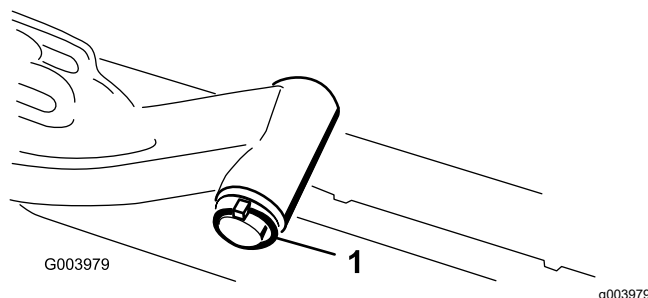

Рисунок 11
- С. Вставьте вал подъемного рычага в подъемный рычаг и зафиксируйте шайбой и шплинтом с кольцом (Рисунок 11).
- А. Снимите шплинт с кольцом и шайбу, которые крепят шарнир подъемного рычага к подъемному рычагу и снимите шарнир с подъемного рычага (Рисунок 11).